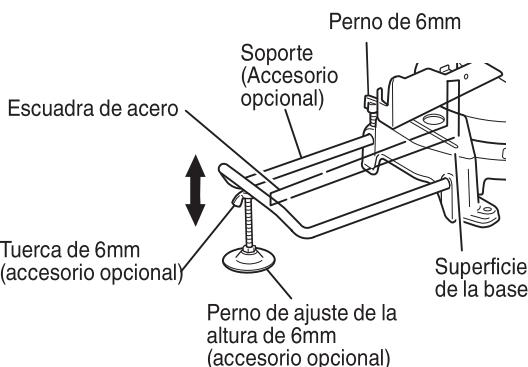

Fig.10
- (1) Como se indica en la Fig. 10, utilice una escuadra de acero para alinear el borde superior de los soportes con la superficie de la base.